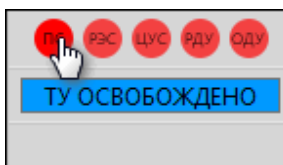

Рисунок 182 - Уровень захвата
1. Нажмите на уровень захвата (Рисунок 182).